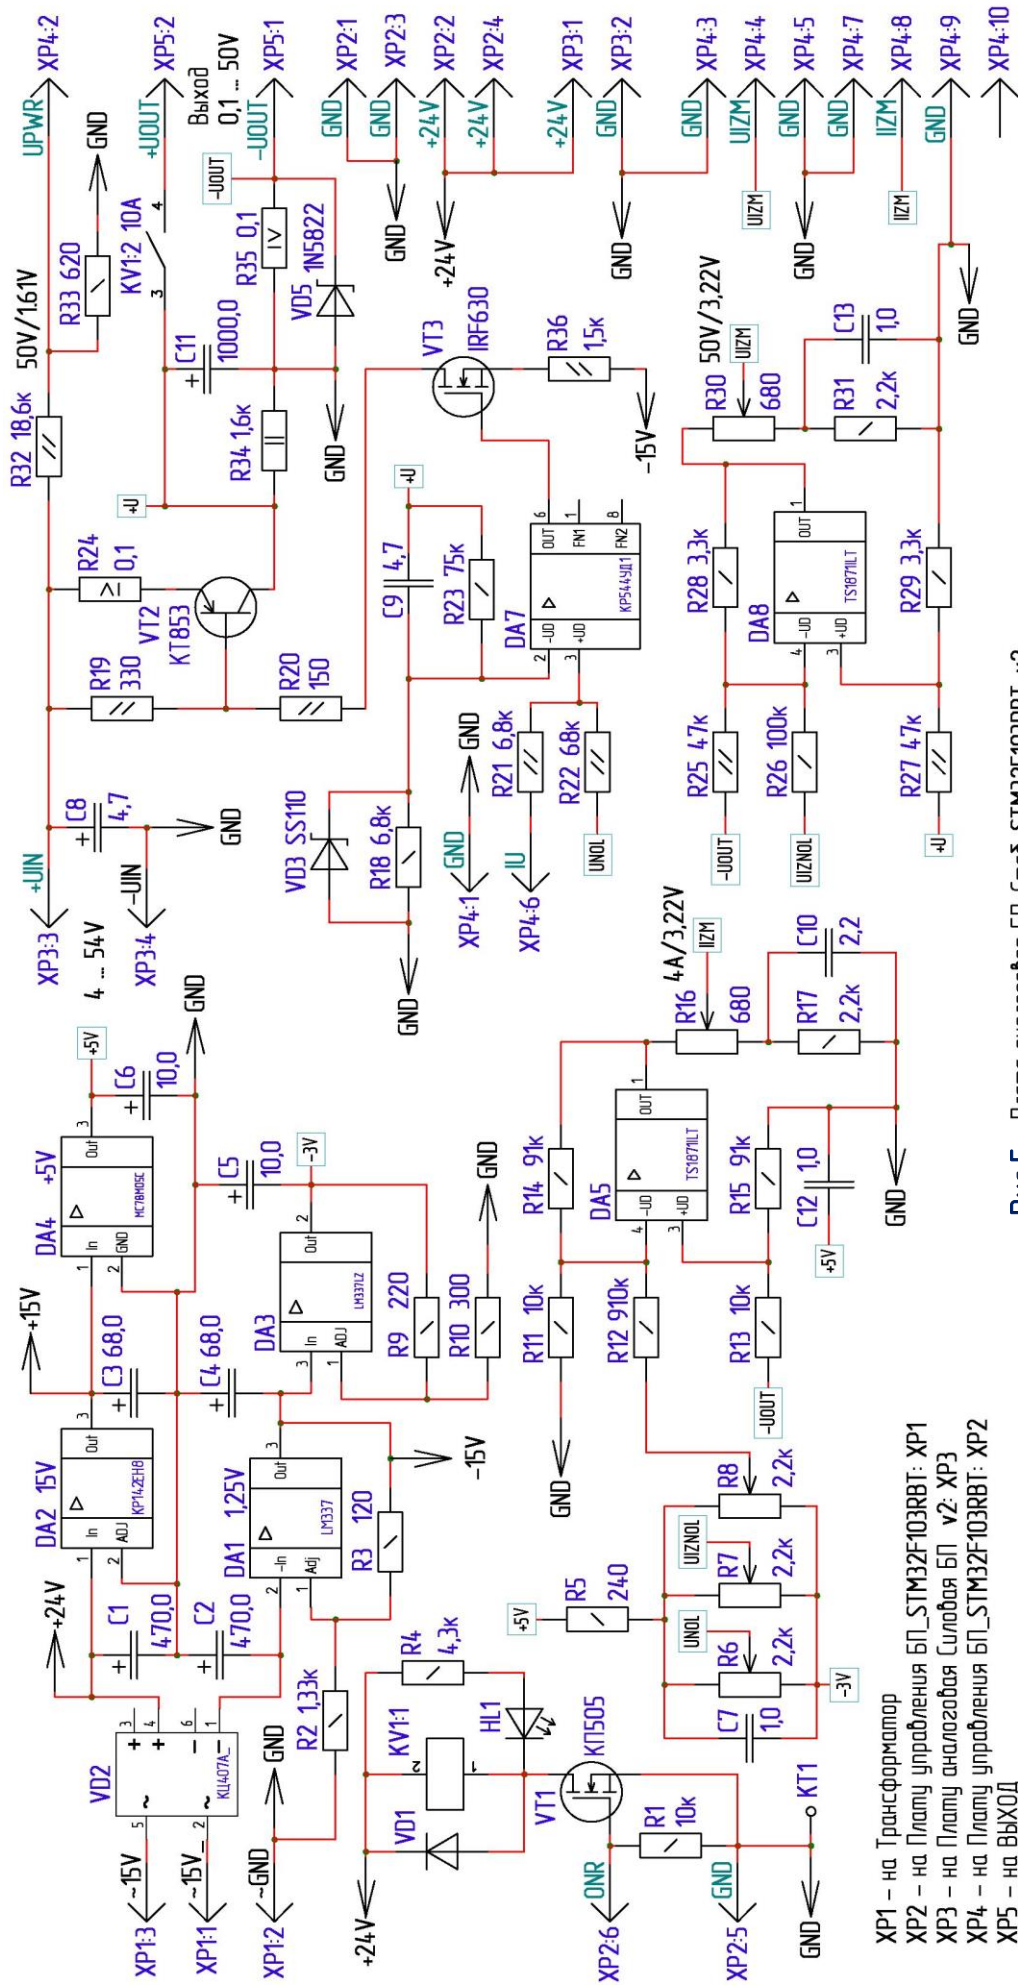

Рис.5. Плата аналоговая БП\_Смад\_STM32F103RBT\_v2
- первый каскад - импульсный стабилизатор (Схема на Рис.5) со стабилизацией напряжения 4 ... 54 В.